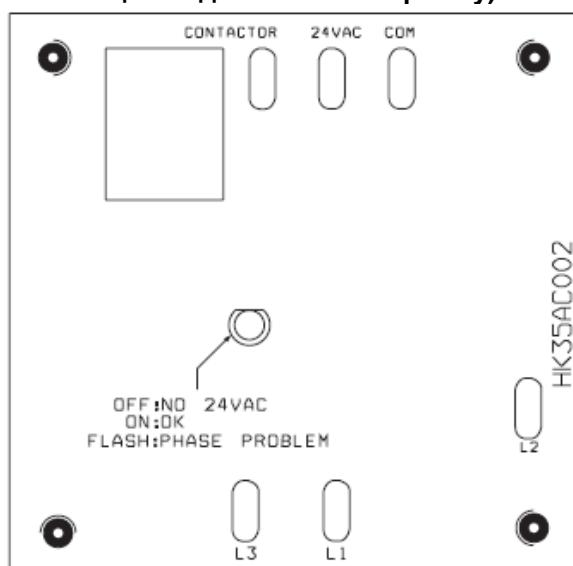

Рис. 11 Монитор фаз
- Мерцающий сигнал светодиода монитора фаз указывает на обратное направление вращение (См. Рис. 11 и Табл. 3).
В режиме охлаждения термостат замыкает цепи R-O, R-Y и R-G. Цепь R-O подает ток на реверсивный клапан, переключая его в позицию для охлаждения. В трехфазных моделях со спиральными компрессорами агрегаты имеют монитор фаз для определения правильного подключения фазовых проводов компрессора. (См. Рис. 11 и Табл. 3). При надлежащем подключении фазовых проводов цепь R-Y подает ток на контактор, запуская двигатель наружного вентилятора и цепь компрессора. Цепь R-G подает ток на реле вентилятора внутреннего агрегата, запуская двигатель вентилятора на высокой скорости.